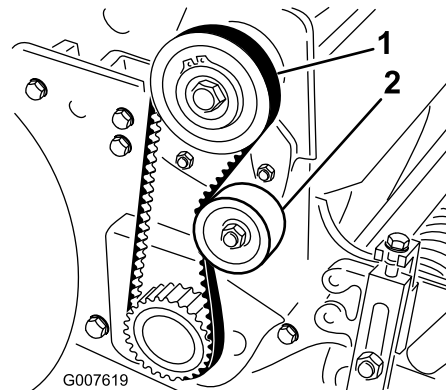

图42
2. 使用 1822N 的作用力按压皮带轮图42中间部位的皮带检查皮带的张紧力。皮带应下压 6mm。
- A. 松开怠轮皮带轮安装螺母并紧贴着皮带背面顺时针旋转怠轮皮带轮直至达到所需的皮带张紧力图42。